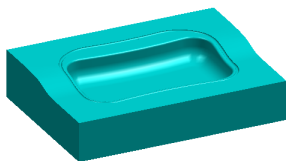

图 1.15 型腔零件
Step2. 创建型腔零件。选择“选择片体”区域下的“型腔区域”选项, 其他参数采用系统默认设置值, 单击“应用”按钮, 系统弹出“查看分型结果”对话框, 采用系统默认的方向; 单击“确定”按钮, 完成型腔零件的创建, 如图 1.15 所示, 此时系统返回至“定义型腔和型芯”对话框。